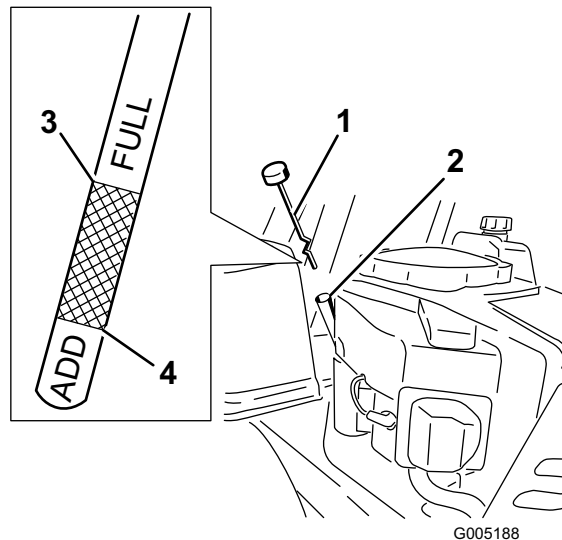

Figure 23
4. Dévissez et retirez la jauge ; essuyez-la sur un chiffon (Figure 23). Réintroduisez la jauge dans le tube jusqu'à ce que le capuchon repose sur le tube. Ne vissez pas le capuchon sur le tube.
5. Sortez de nouveau la jauge et vérifiez le niveau d'huile. (Figure 23).
8. Enlevez le bouchon de remplissage/la jauge (Figure 23).
14. Versez avec précaution environ 80% de la quantité d'huile spécifiée dans le goulot de remplissage (Figure 23)
15. Remettez le bouchon de remplissage/la jauge en place (Figure 23).
16. Vérifiez le niveau d'huile (Figure 23) (voir Contrôle du niveau d'huile).
18. Remettez le bouchon de remplissage/la jauge et serrez à fond (Figure 23).